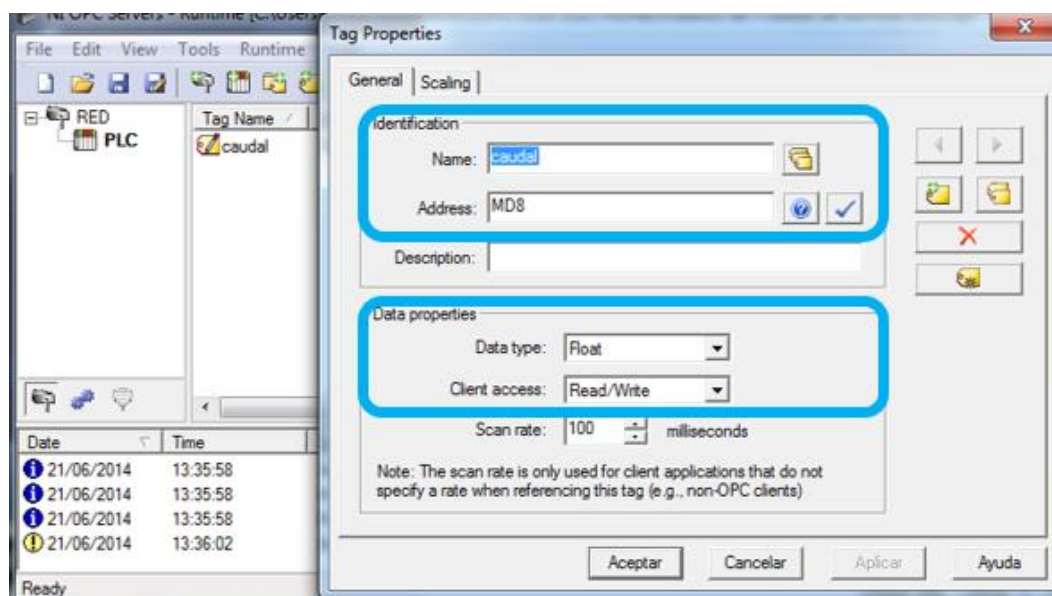

Figura 2.74: Configuración de las propiedades del tag del dispositivo PLC.
- Configurar en identificación el nombre y la dirección del tag, tomar en cuenta la dirección se la toma de una variable del PLC, el tipo de dato se lo selecciona de acuerdo al tipo de dato que envía el PLC como se indica en la figura 2.74.